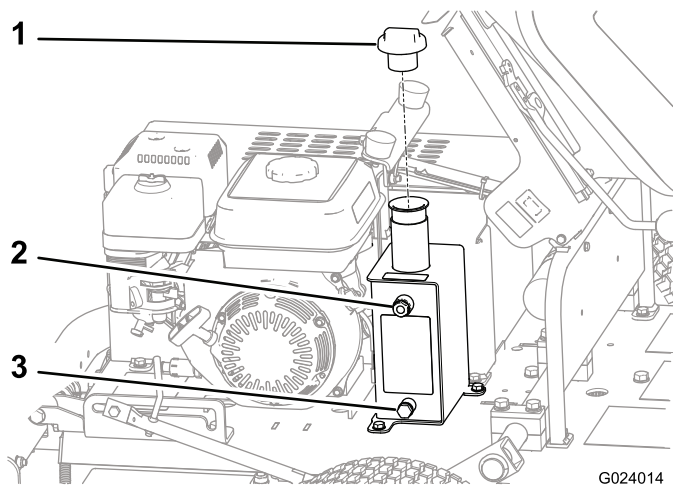

Bild 32
3. Finden Sie das Schauglas an der Seite des Hydraulikbehälters (Bild 32).
4. Nehmen Sie bei einem niedrigen Ölstand den Fülldeckel (Bild 32) oben am Behälter ab und gießen Sie genug Öl ein, bis der Ölstand am richtigen Stand im Schauglas liegt.
1. Stellen Sie eine Auffangwanne unter die Ablassschraube am Hydraulikbehälter. (Bild 32).
2. Entfernen Sie die Ablassschraube von der Behälterseite (Bild 32).
8. Nehmen Sie den Ölbehälterdeckel ab (Bild 32).